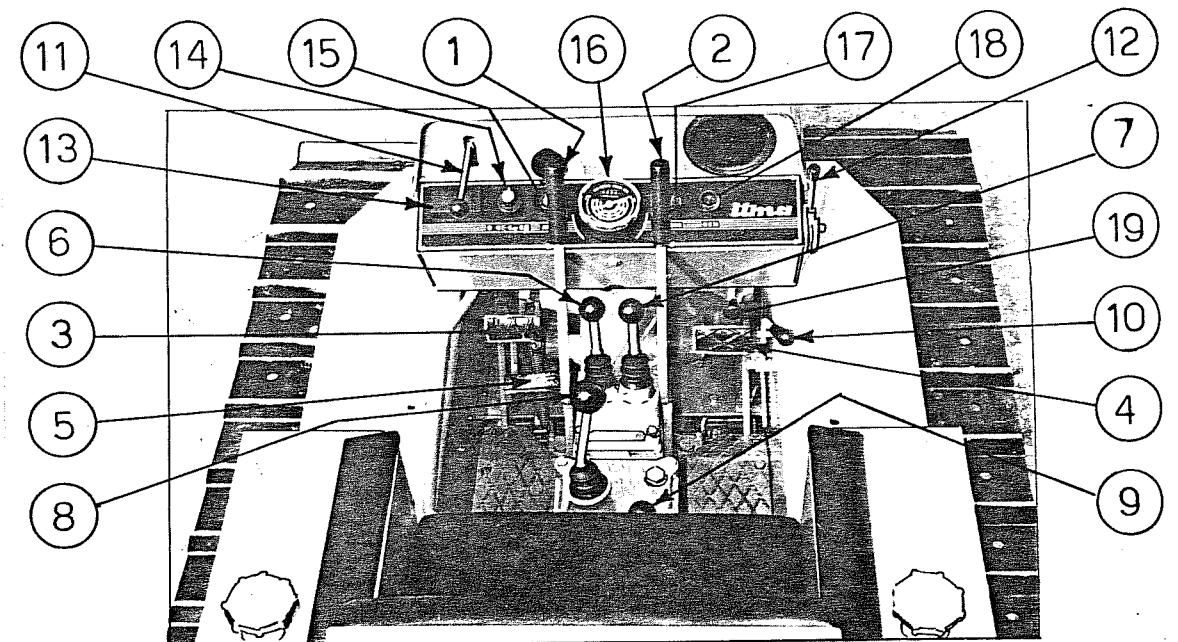

fig.4
#### Descrizione dei comandi (fig.4)
- 2) Portare la leva dell'acceleratore nella posizione di massimo carico(12 fig.4).
- 3) Inserire la chiavetta nell'interruttore generale e comando avviamento(15 fig.4) , quindi girare in senso orario oltre il primo scatto di innesto contatto.
- 2) Controllare che il freno a mano sia disinserito (10 fig.4).